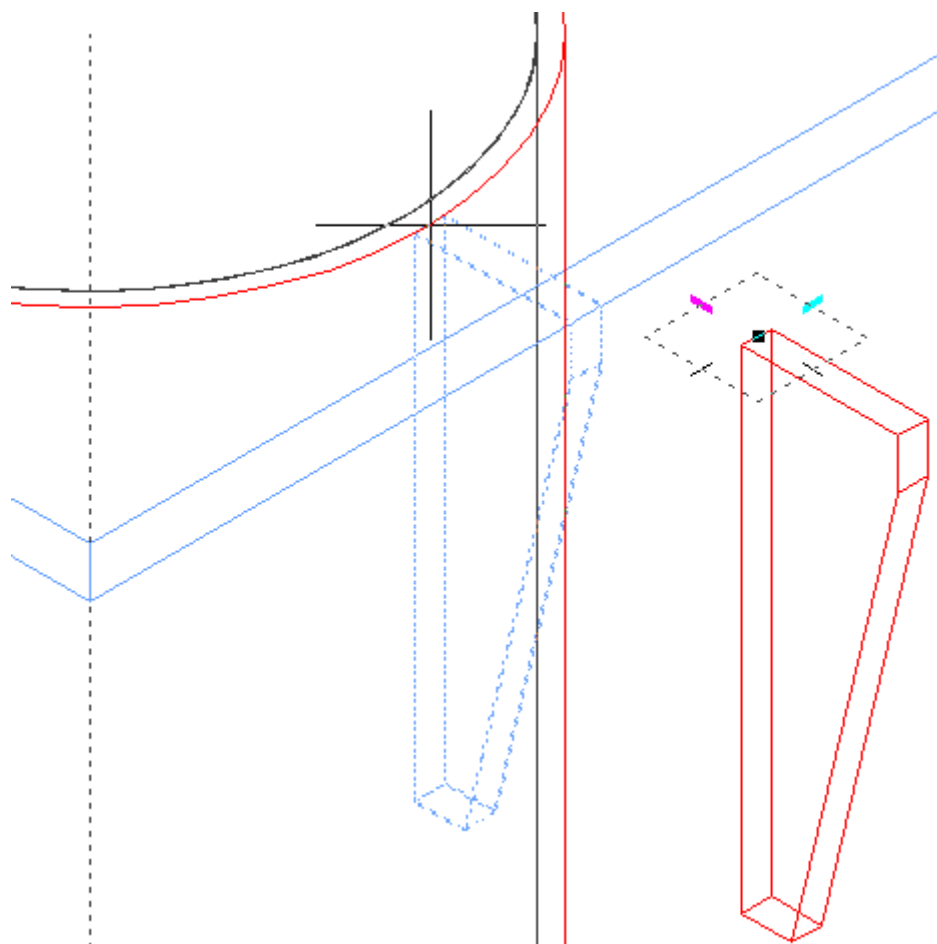

Рисунок 47
- Привязаться к краю трубы, используя привязку **Ключевая точка**. Если косынка привязалась правильно (Рисунок 47), подтвердить размещение.